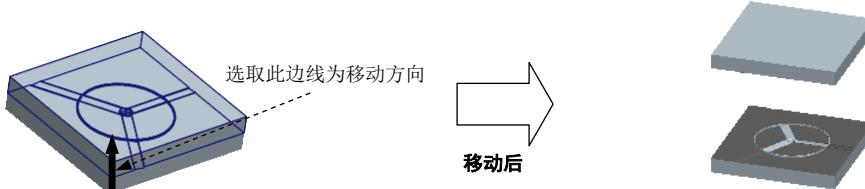

图 5.31 移动上模
Step5. 在系统 **通过选择边、轴或面选择分解方向** 的提示下，选取图 5.31 所示的边线为移动方向，然后在系统 **输入沿指定方向的位移** 的提示下，输入要移动的距离值 100.0，并按回车键。在 **DEFINE STEP (定义步骤)** 菜单中单击 **Done (完成)** 按钮。结果如图 5.31 所示。